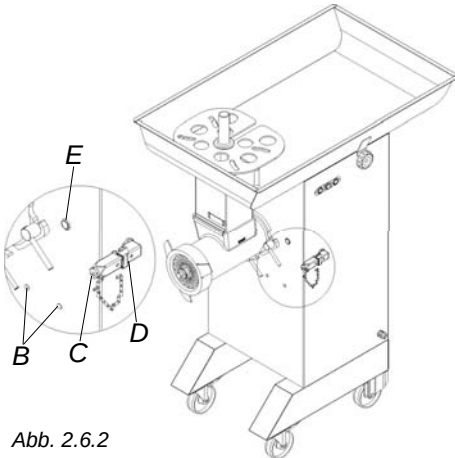
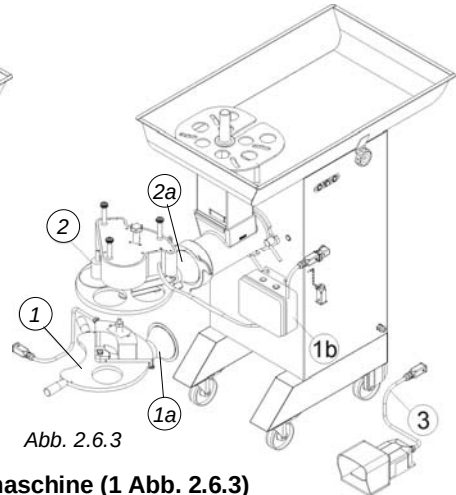

Abb. 2.6.2
Abb. 2.6.3
2.6.2 Halb-automatische Hamburgermaschine (1 Abb. 2.6.3)
- Einer Komponente, die über den Gewinding der Einfüllöffnung fest an diese befestigt wird (1a Abb. 2.6.3).
- Einem Verbindungsstecker ILME, der aus dem Schaltkasten führt und in die passende Buchse (D Abb. 2.6.2) auf dem Fleischwolf gesteckt wird.
2.6.3 Automatische Hamburgermaschine (2 Abb. 2.6.3)
- Einer Komponente, die über den Gewinding der Einfüllöffnung fest an diese befestigt wird (2a Abb. 2.6.3).
- Einem Schaltkasten (1b Abb. 2.6.3), der an der Maschine mit zwei Bolzen befestigt wird (B Abb. 2.6.2).
2.6.4 Pedalsystem (3 fig. 2.6.3)
- Pedalen (3 Abb. 2.6.3)